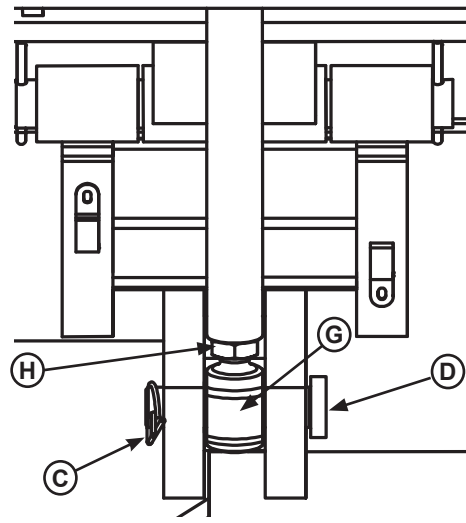

Figura 17
4. Si está conectado, retire el pasador Rue (C) y desconecte el pasador de montaje inferior del cilindro de elevación (D). Consulte la **Figura 17**.
d. Bloquee el pasador Rue (C) en su lugar, como se muestra en la **Figura 17**.
10. Vuelva a instalar el interruptor limitador almacenado (B). Confirme que la luz indicadora AZUL "Nivelador almacenado" en el panel de control esté encendida.